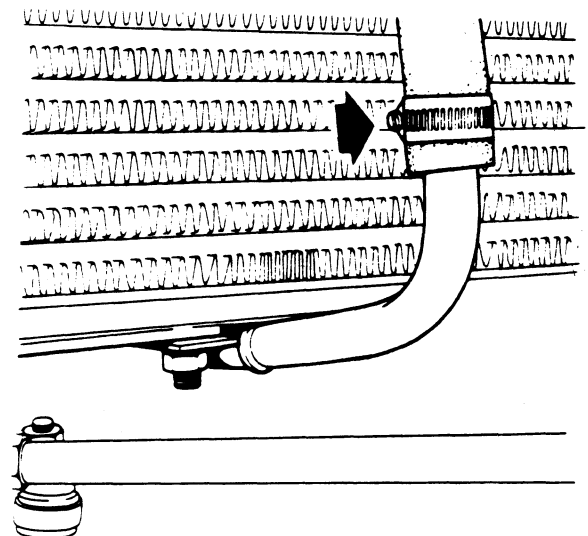

Fig. 2
– Maak de toevoerslang van de kachel los aan het thermostatenhuis; de afvoerslang van de kachel losmaken aan de onderkant van de radiator (Fig. 2).